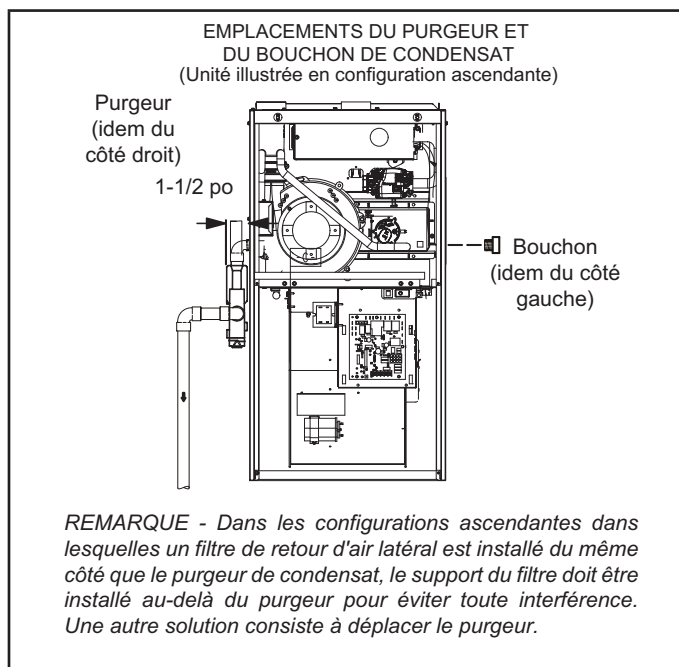
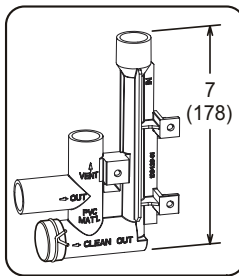

FIGURE 45
FIGURE 53
Cette unité est prévue pour une sortie à gauche ou à droite du tuyau de condensat en configuration ascendante. En configuration horizontale, le purgeur de condensat doit se prolonger en dessous du générateur. Prévoir un dégagement d'entretien de 8 po pour le purgeur. Voir les FIGURE 45 et FIGURE 47 pour les emplacements du purgeur de condensat. La FIGURE 53 illustre le piège avec tuyau en PVC de 1/2 po ou de 3/4 po.
- 2 - Utiliser un grand tournevis à tête plate ou une douille d'entraînement de 1/2 po pour retirer le capuchon (FIGURE 45) du boîtier du collecteur de l'extrémité froide à l'emplacement approprié sur le côté de l'appareil. Installer un coude de 3/4 po NPT sur le boîtier du collecteur de l'extrémité froide. Utiliser de l'adhésif au Téflon ou un enduit d'enrobage approprié.
- 3 - Installer le bouchon sur l'ouverture de nettoyage à la base du purgeur. Fixer avec le collier. Voir la FIGURE 53.
- 4 - Installer le purgeur avec des raccords en PVC appropriés et coller tous les joints. Coller le purgeur fourni comme illustré à la FIGURE 53. Acheminer le conduit de condensat jusqu'à un drain ouvert. La conduite de condensat doit maintenir une pente descendante de 1/4" entre l'appareil et le drain.